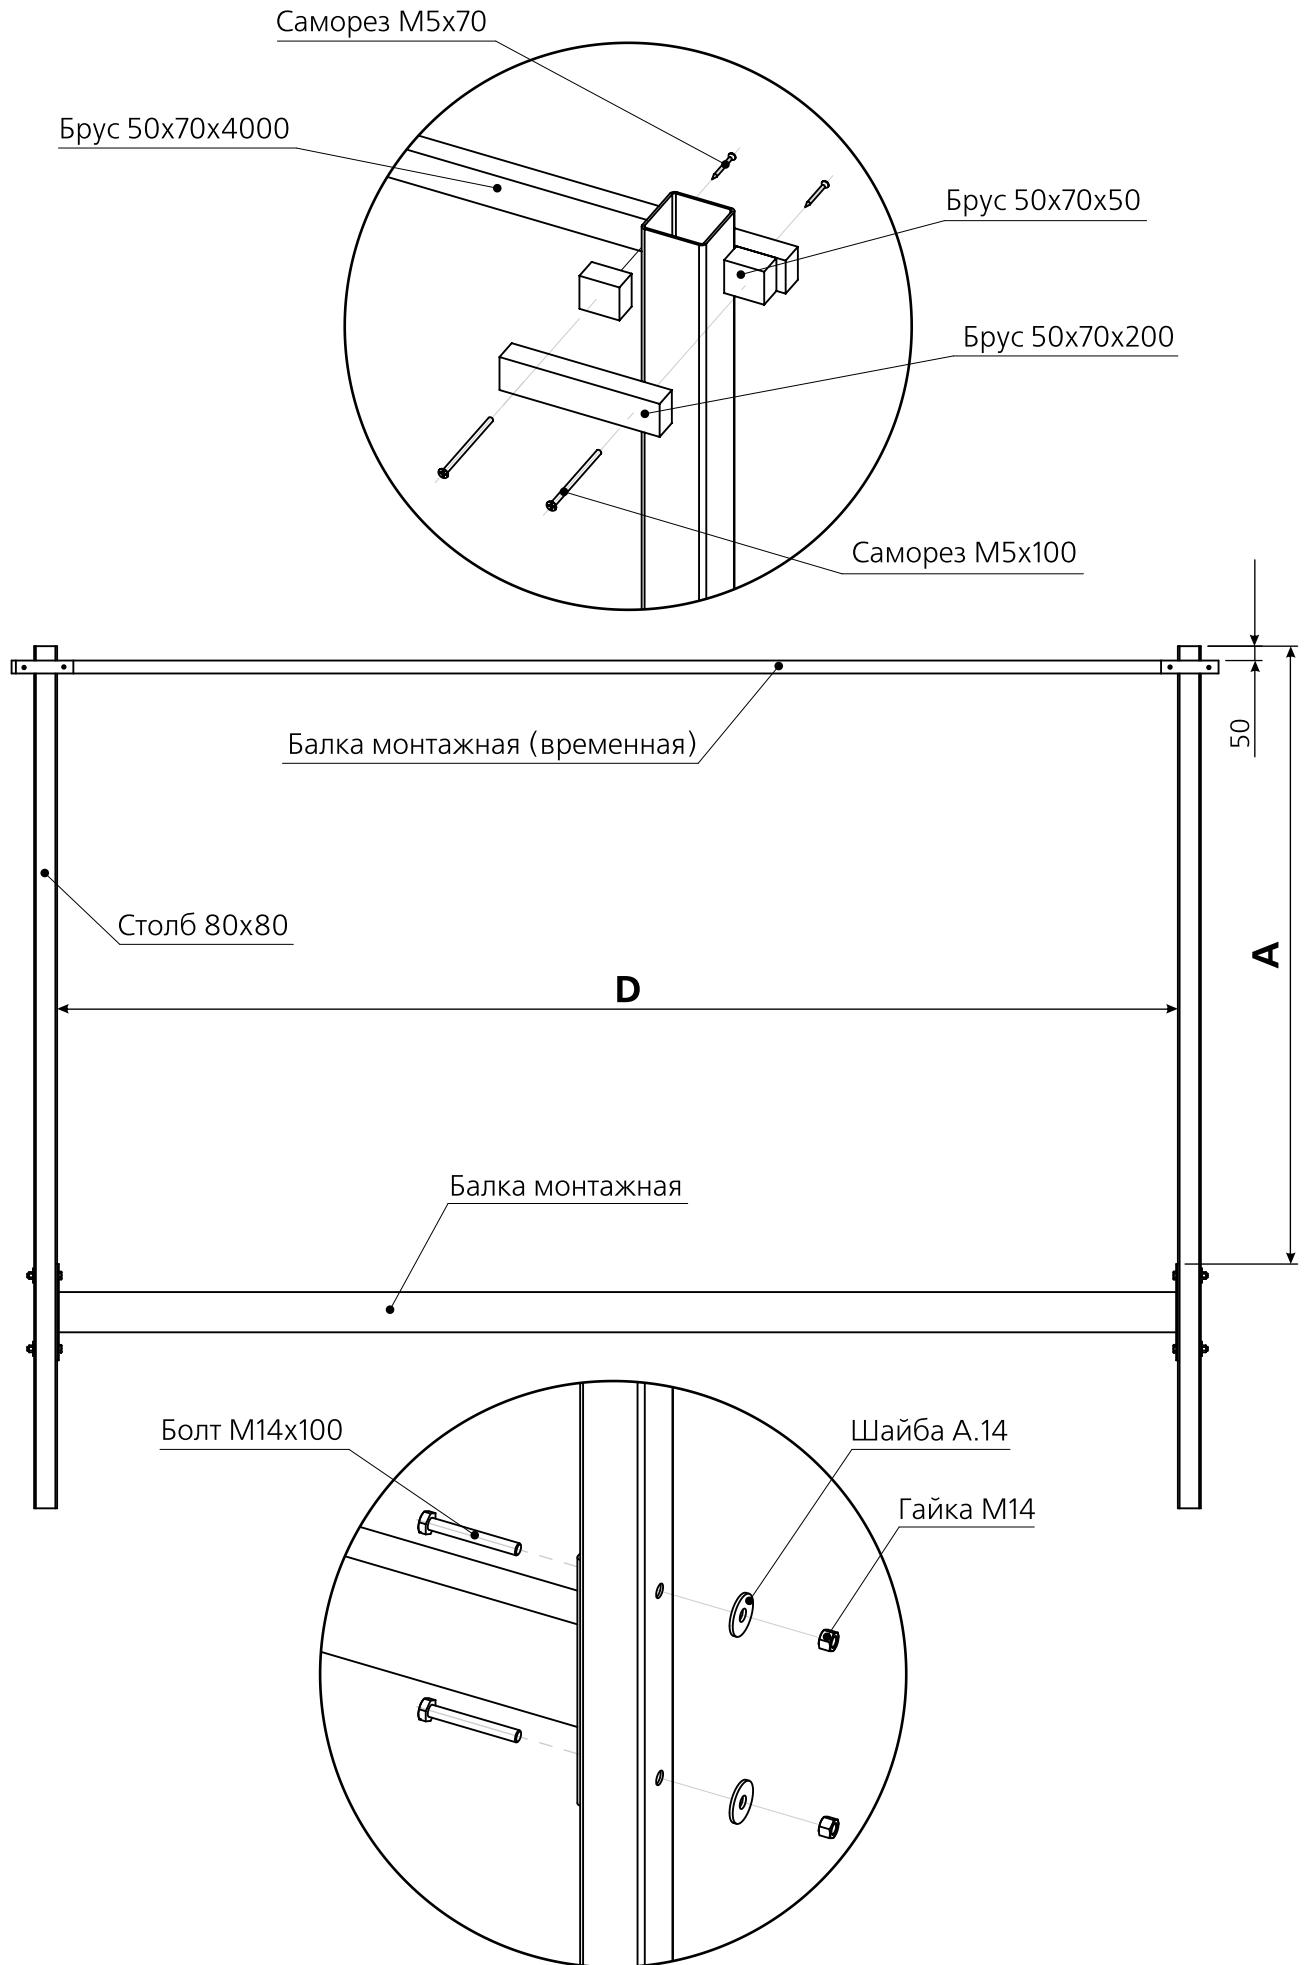

Рис. 1 Схема сборки монтажной рамы
- 1.1** Соединить столбы ворот монтажной балкой снизу и временной балкой сверху (Рис.1) обеспечив одинаковое расстояние между столбами (D) по всей длине.